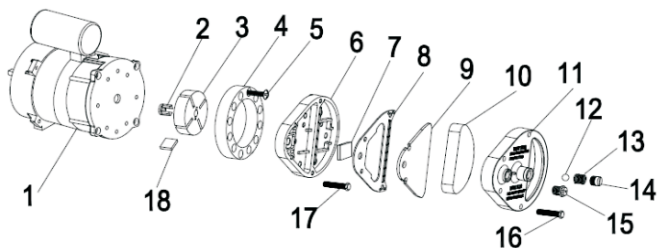

Fig. 3
Pour nettoyer les filtres à air, déposer le couvercle des filtres (11), laver le filtre d'entrée d'air (10) à l'aide d'un détergent doux, puis le sécher complètement avant de le réinstaller. Remplacer une fois par an le filtre de sortie d'air (9) (Fig. 3)